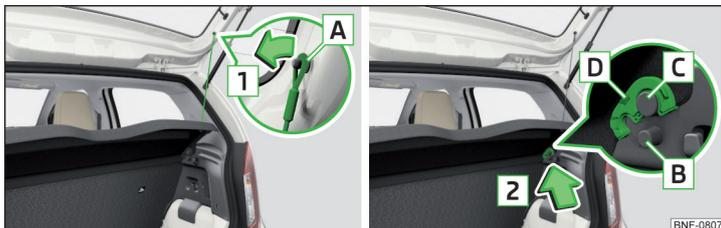

Fig. 83 Retirar la cubierta del maletero
Si las cintas de sujeción **A** » fig. 83 están enganchadas en la tapa del maletero, entonces al abrir la tapa también se levantará la cubierta del maletero (a continuación, sólo cubierta).
» Subir la tapa y bloquearla sobre ambos lados de la tapa del maletero en los pernos **B** » fig. 83.
» Abatir la cubierta levantada hacia abajo. La cubierta se desprende del perno **B** » fig. 83.
- » Sacar en ambos lados de la tapa del depósito las cintas de sujeción **A** en el sentido de la flecha **1** » fig. 83.
- » Coloque los alojamientos **D** en la cubierta sobre los pernos **C** » fig. 83.